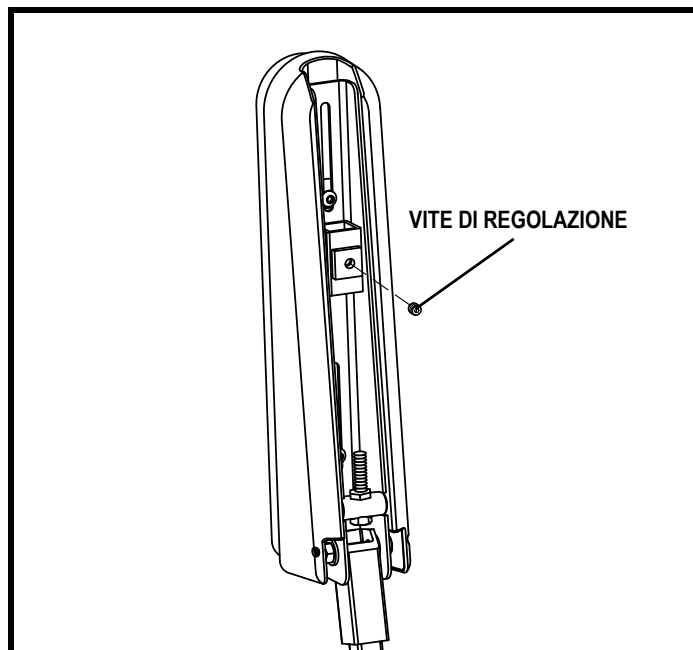

Figura 11. Parte interna del bracciolo
3. Sollevare il fermo di sicurezza del sedile. **Vedere figura 11.**
2. Allentare la vite sulla staffa della centralina. **Vedere figura 11.**
5. Allentare la vite di fissaggio sulla parte inferiore di ogni bracciolo. **Vedere figura 11.**